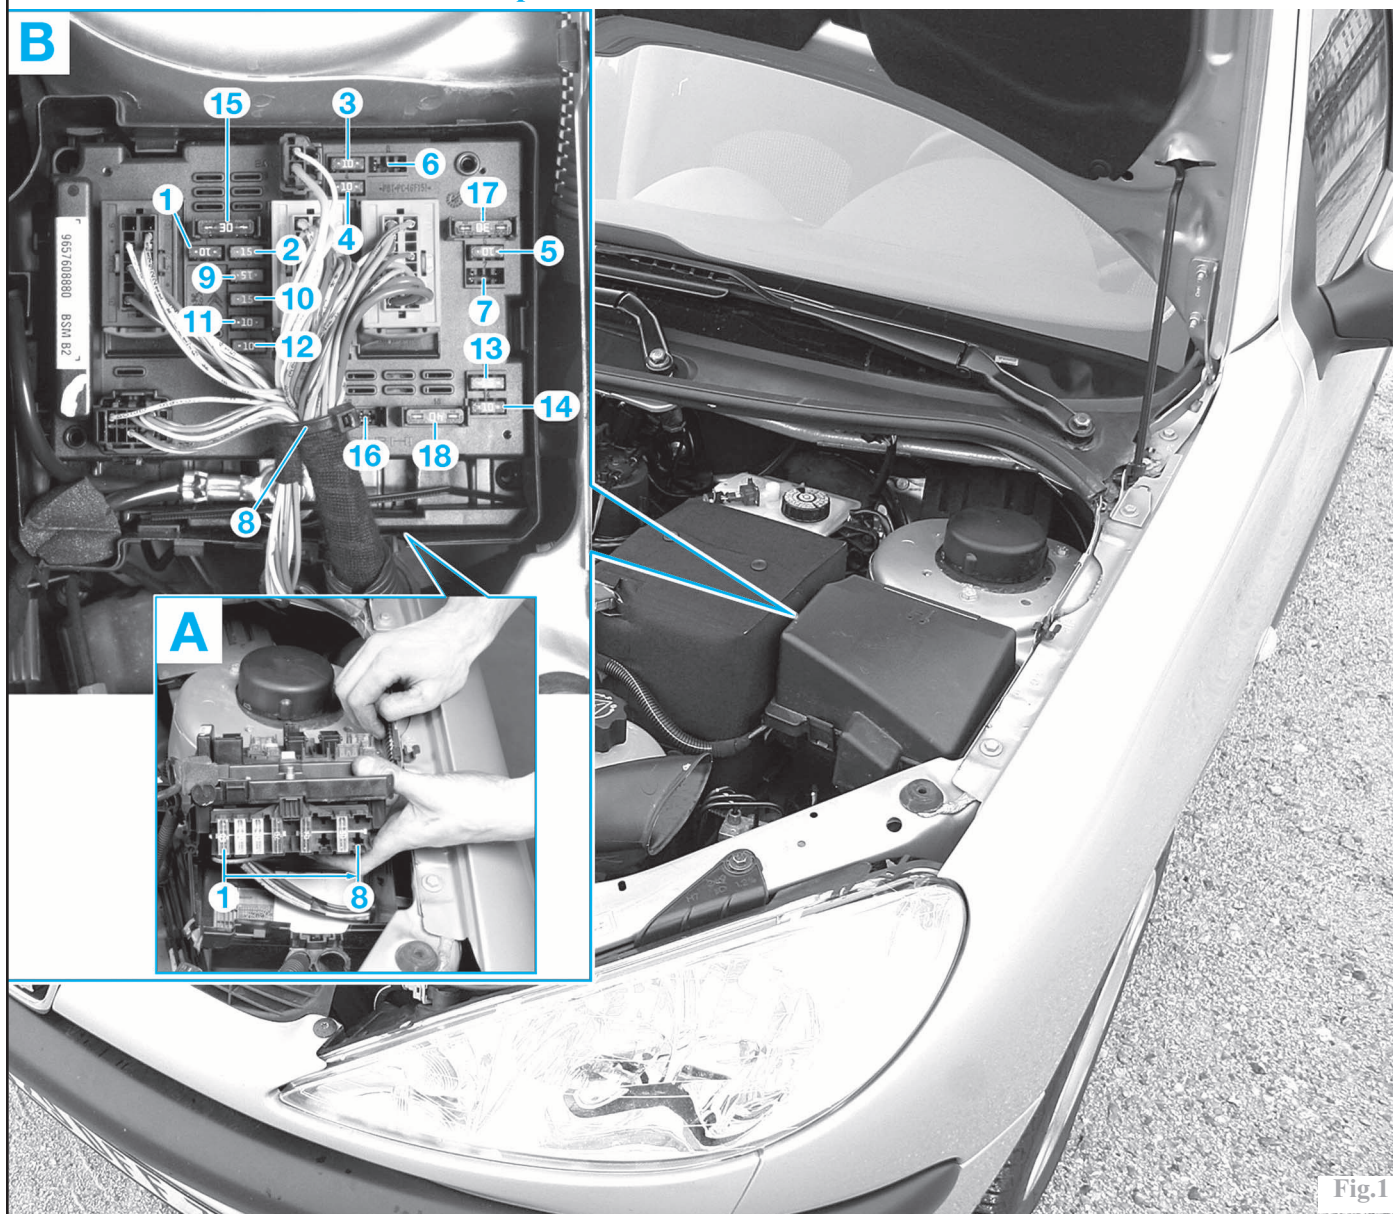

Fig.1
-dans le compartiment moteur, à côté de la batterie, sur le boîtier de servitude moteur (**BSM**) qui est constitué de 2 modules (Fig.1).
## Affectation maxi fusibles (Fig.1 A)
Affectation des fusibles compartiment moteur (Fig.1 B)